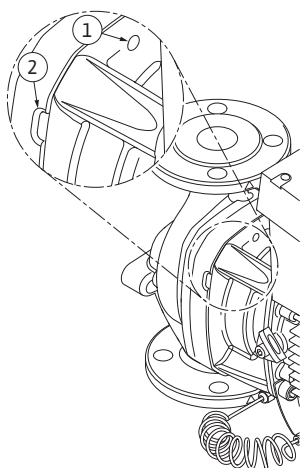

Fig. 51: Trous taraudés et fentes pour chasser le kit embrochable du corps de pompe
13. Chasser le kit embrochable (voir fig. 13) du corps de pompe. Utiliser pour ce faire deux alésages filetés (fig. 51, pos. 1), en particulier pour détacher le logement. Pour ce faire, visser des vis adéquates dans les alésages filetés. Si le kit embrochable bouge facilement, il est possible d'utiliser en plus pour le chasser les fentes (fig. 51, pos. 2) entre le corps de pompe et la lanterne (mettre en place p. ex. deux tournevis et les utiliser comme leviers). Au bout de 15 mm, le kit embrochable n'est plus guidé dans le corps de pompe.